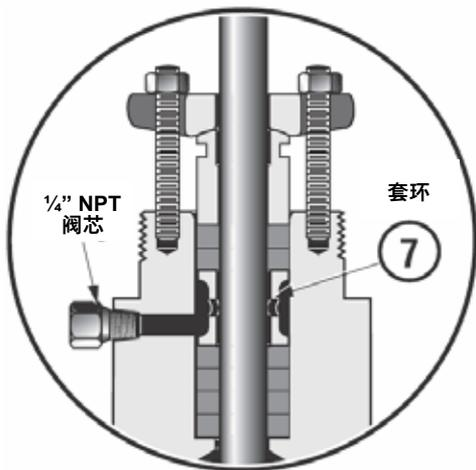

图 2：润滑器连接（可选）
**注：**关于配备可选润滑器连接的阀门，请参考图 2，了解套环（7）下应放置填料环的正确数量。
- J. 如果已安装检漏器接头，请将其连接至阀盖侧面 NPT 端口。如果没有装，请确保 1/4" NPT 阀芯保留原位 (图 2)。